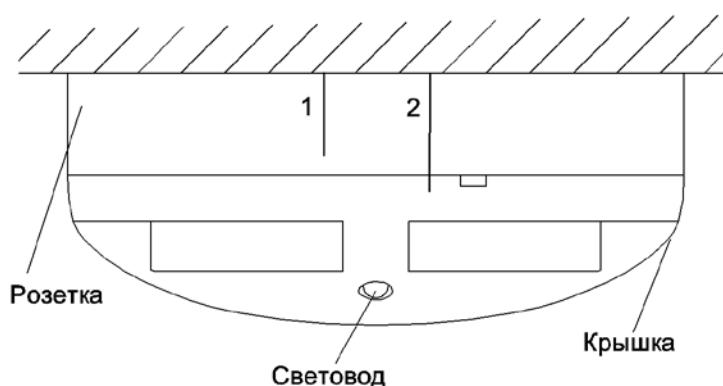
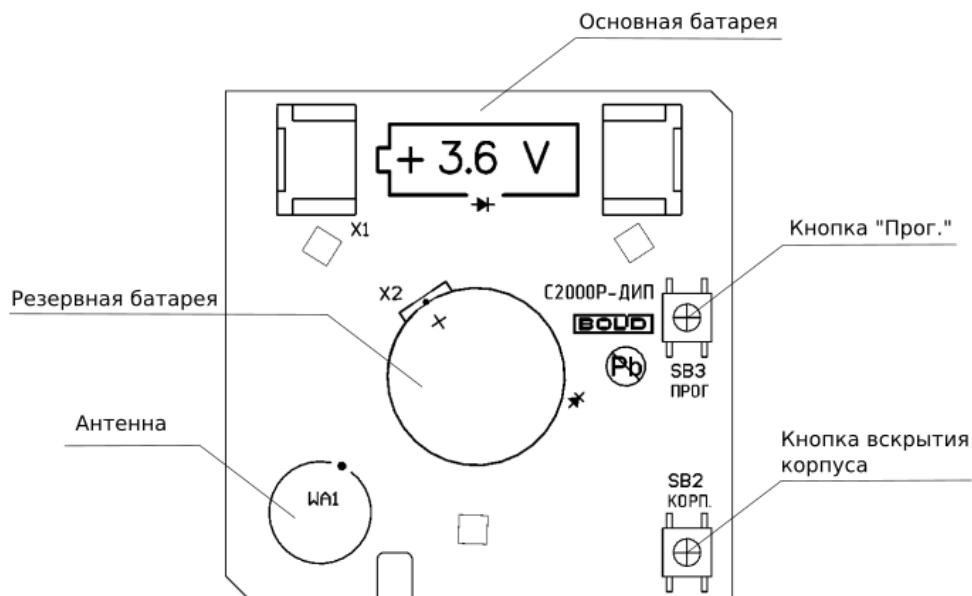

Рисунок 2.1 Внешний вид извещателя
Рисунок 2.3 Расположение элементов на плате
На розетке и крышке извещателя имеются риски для облегчения ориентирования частей корпуса при сборке (см. Рисунок 2.1). При установке извещателя в розетку следует совместить риску на крышке с риской 1 на розетке, затем повернуть крышку до совмещения с риской 2. Разборка производится в обратном порядке.
При обратной установке крышки, крепёжные выступы вставляются в пазы, указанные на Рисунке 2.2, и язычок должен совпасть с кнопкой вскрытия корпуса (см. Рисунок 2.3).
На плате извещателя располагаются элементы питания и органы управления прибором (см. Рисунок 2.3):
- При установке извещателя в розетку следует совместить рискну на крышке с риской 1 на розетке, затем повернуть крышку до совмещения с риской 2 (см. Рисунок 2.1).
- Розетка извещателя устанавливается в монтажный комплект «МКЗ» и фиксируется с помощью двух шурупов таким образом, чтобы риски на корпусе розетки (см. Рисунок 2.1) совпали по расположению с рисками на фланце монтажного комплекта.
- Зажать кнопку «Прог.» на плате извещателя (см. Рисунок 2.3) на время более 3 секунд, либо направить луч лазерного тестера на световод извещателя (см. Рисунок 2.1) на время более 3 секунд.